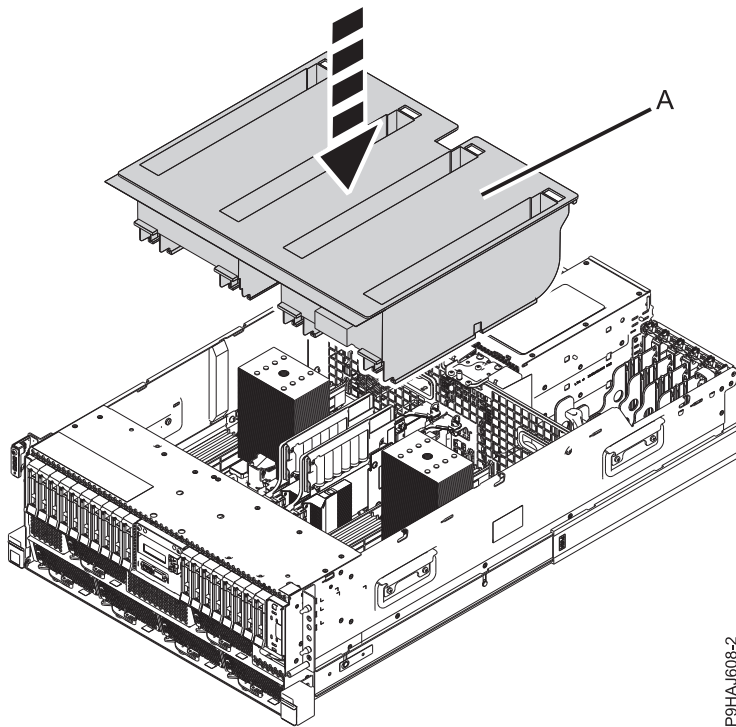
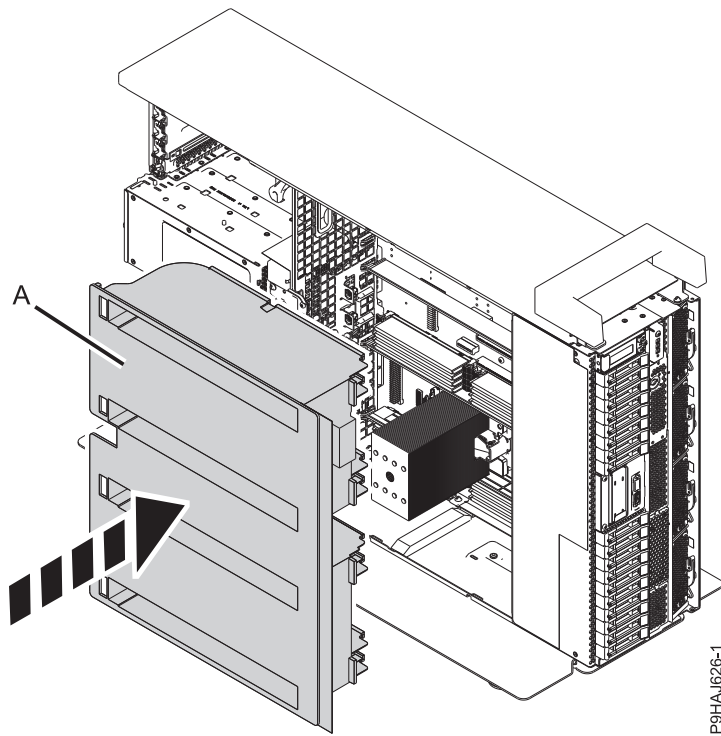

Abbildung 26. Luftführung bei einem Einschubsystem wiedereinbauen
Abbildung 27. Luftführung bei einem Standalone-System wiedereinbauen
3. Bauen Sie bei einem Einschubsystem die Luftführung (A) wieder ein, indem Sie sie auf das Chassis absenken (siehe Abb. 26 auf Seite 32). Bauen Sie bei einem Standalone-System die Luftführung (A) wieder an der Seite des Chassis ein (siehe Abb. 27 auf Seite 32).